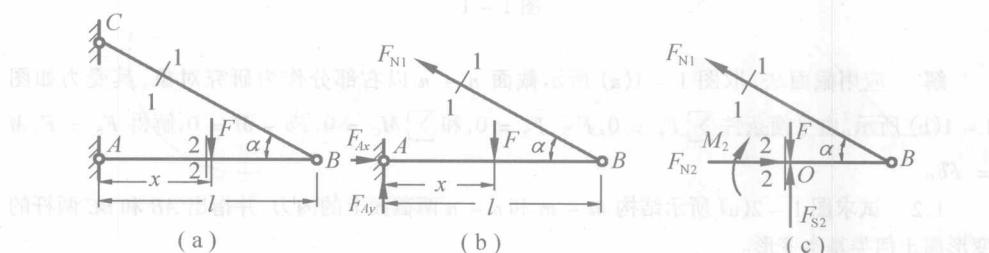

图 1-3
1.3 在图 1-3(a) 所示的简易吊车横梁上, F 力可以左右移动。试求截面 1-1 和 2-2 上的内力及其最大值。
解 应用截面法, 取图 1-3(a) 所示截面 1-1 以右部分作为研究对象, 其受力如图 1-3(b) 所示。由平衡条件 $\sum M_A = 0, F_{N1} l \sin \alpha = F_x$, 解得 $F_{N1} = Fx / (l \sin \alpha)$ 。因 x 的变化范围是 $0 \leq x \leq l$, 所以当 $x = l$ 时, F_{N1} 达到最大值, 即 $F_{N1\max} = F / \sin \alpha$ 。
应用截面法, 取图 1-3(a) 所示截面 1-1 和 2-2 以右部分作为研究对象, 受力如图 1-3(c)